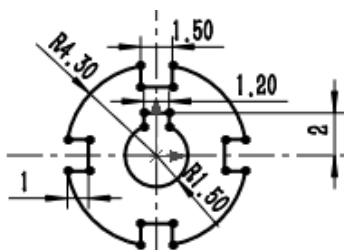

图 2.12 添加尺寸约束
Step 11 最后添加图 2.12 所示的尺寸，并修改至设计要求的目标尺寸。